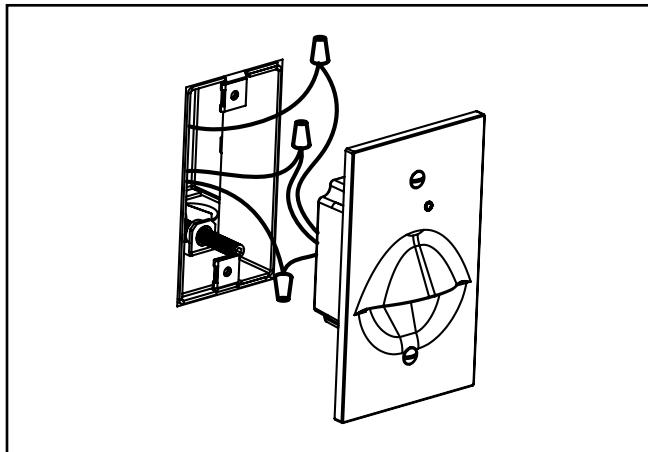

Figura 5.
5. Instale la luminaria nocturna LED Circadian conforme a las instrucciones de instalación incluidas con ella (Figura 5).